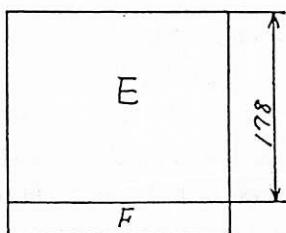

図5
- ふたは、図5の寸法でほぼ合いますが、今回は現物合わせでやりました。横を